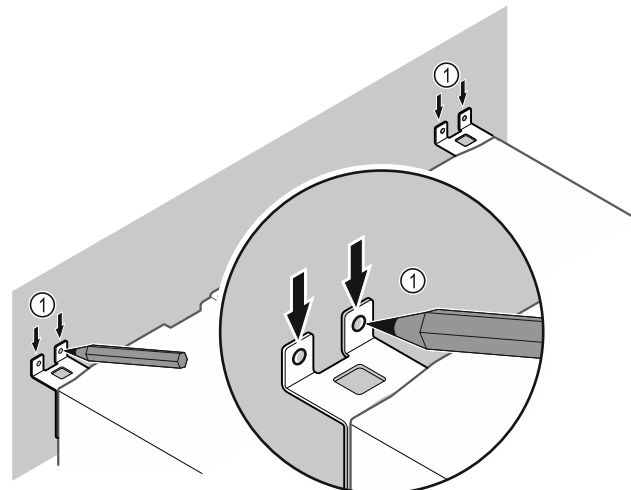

Fig. 12
- Sätt markeringar på väggen Fig. 12 (1).